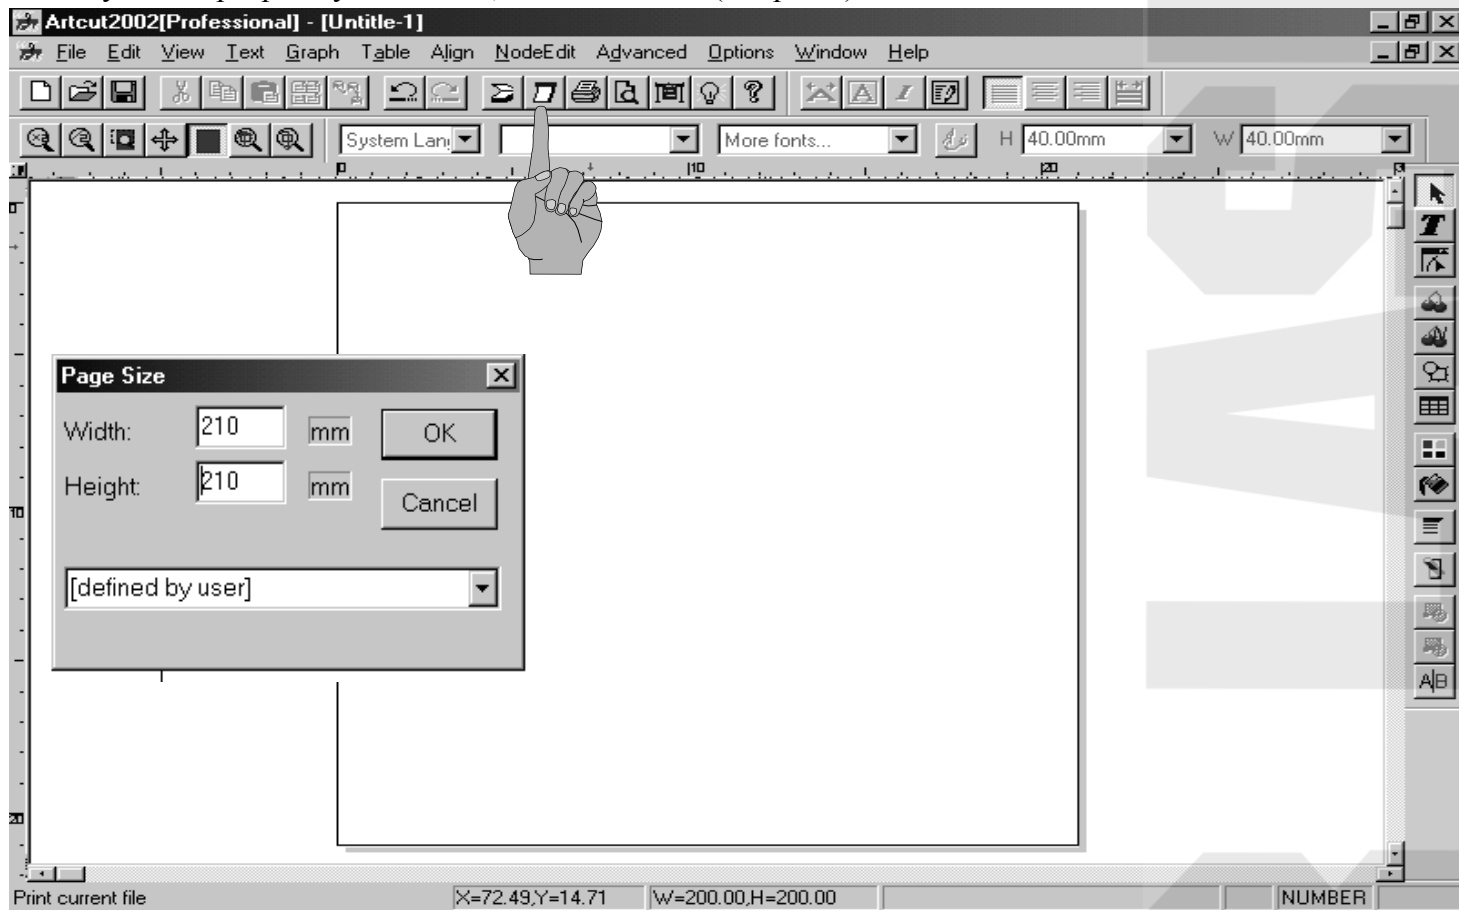

Рис.1
3. Запустите программу «ArtCut», появится окно (см. рис.1).
4. Импортировать в новый документ Ваш *.dxf *.plt или *.eps файл (см. рис.2). Изображение должно находиться на рабочем поле, размер рабочего поля задаётся в окне “Page Size” нажатием клавиши “Canva Size” (см. рис.1).